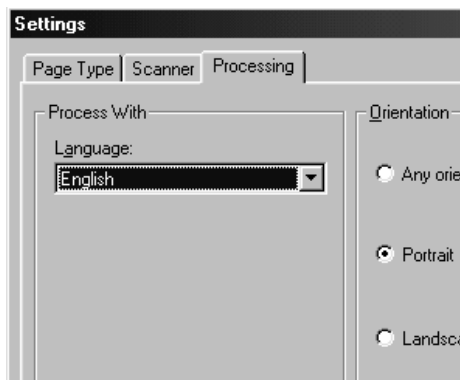

Figura 29: Selezione della lingua
9. Selezionare la lingua nella casella 'Process With' facendo clic sul triangolino e scegliere la lingua (vedere la figura 29).